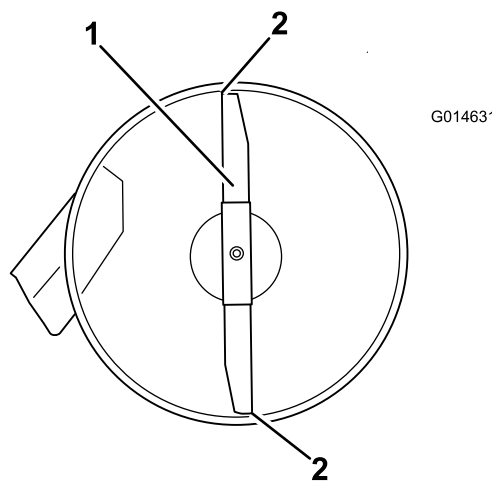

Figura 50
4. Gire cuidadosamente las cuchillas colocándolas en el sentido de avance de la máquina (Figura 50).
5. Mida entre la punta de la cuchilla delantera y la superficie plana y entre la punta de la cuchilla trasera y la superficie plana (Figura 50).
9. Después de realizar el ajuste, compruebe de nuevo la inclinación longitudinal, y siga ajustando la tuerca hasta que la punta de la cuchilla delantera esté entre 1.6 mm y 7.9 mm (1/16" a 5/16") más baja que la punta de la cuchilla trasera (Figura 50).